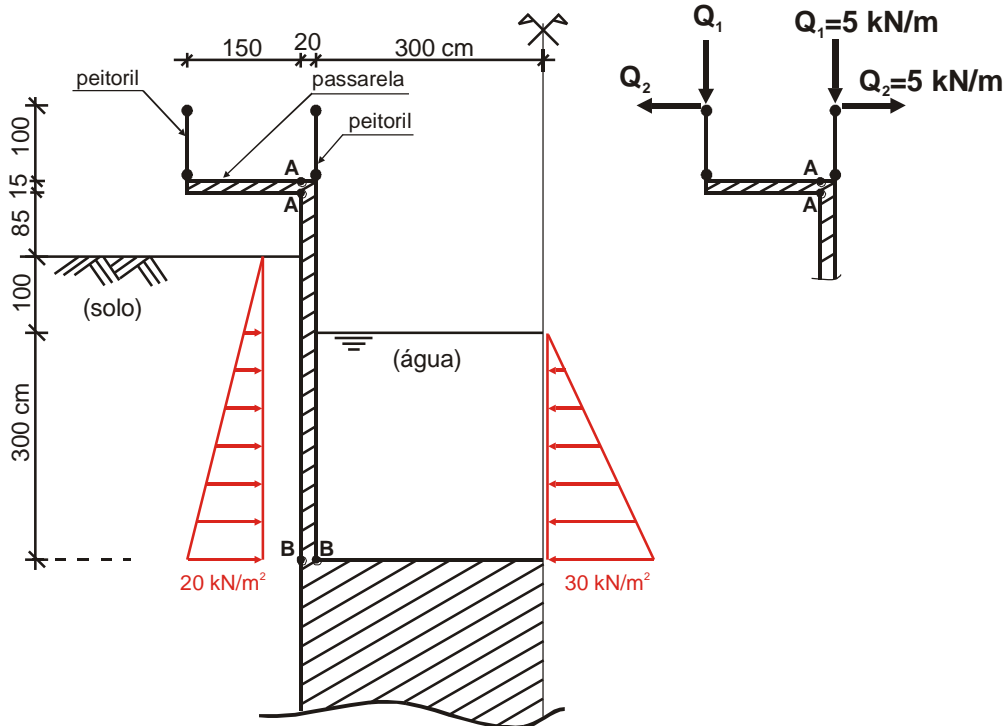

Figura 1 - Canal com passarela de inspeção.
E1 Determinar e detalhar as armaduras nas seções A e B do canal com passarela de inspeção indicado na figura 1. Para a seção B considerar as possibilidades do canal cheio e vazio.
- carga acidental no peitoril -  $Q_1$  e  $Q_2$  conforme a figura 1;